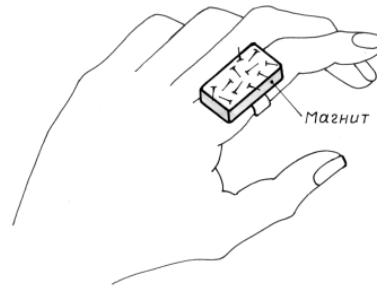

Рис.1
1. Если небольшой магнит, например, от микродвигателя детской игрушки или малого динамика, закрепить на указательном пальце левой руки (рис.1), то он станет удобным местом для хранения малых гвоздей, шурупов или гаек, необходимых мастеру при прокладке телефонного кабеля или иных ремонтных работах.